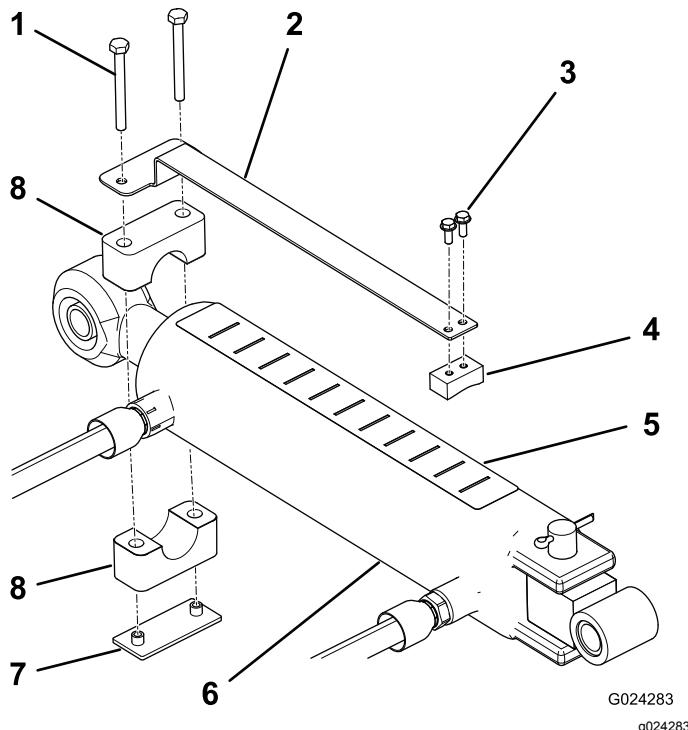

Figure 8
- Montez la jauge de profondeur sur le côté plat du bloc coulissant au moyen de deux vis d'assemblage (n° 10 x 1/2"), en plaçant les composants comme montré à la Figure 8.
2. Au moyen du collier de serrage de tube, de la plaque soudée et de deux vis (1/4 x 2-1/2"), fixez sans la serrer la jauge de profondeur au côté tige du vérin d'attelage supérieur (Figure 8). Ne serrez pas trop les colliers pour leur permettre de pivoter à la position voulue.
4. Apposez l'autocollant au sommet du vérin dans un endroit visible depuis la position de conduite, mais qui ne gêne pas les flexibles hydrauliques ou autres composants (Figure 8). Le côté de l'autocollant sur lequel figure la lettre « J » doit être dirigé vers l'aérateur.